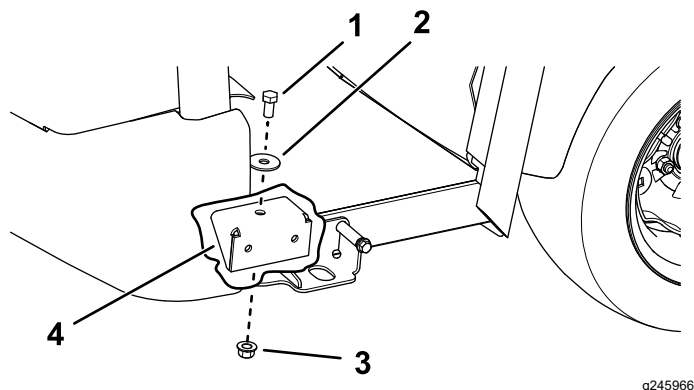

Bild 27
5. Befestigen Sie die vordere Kabinenbefestigungshalterungen mit einer Sechskantschraube (7/16"), Druckscheibe und Sicherungsmutter (1/2") an jeder Seite (**Bild 27**).